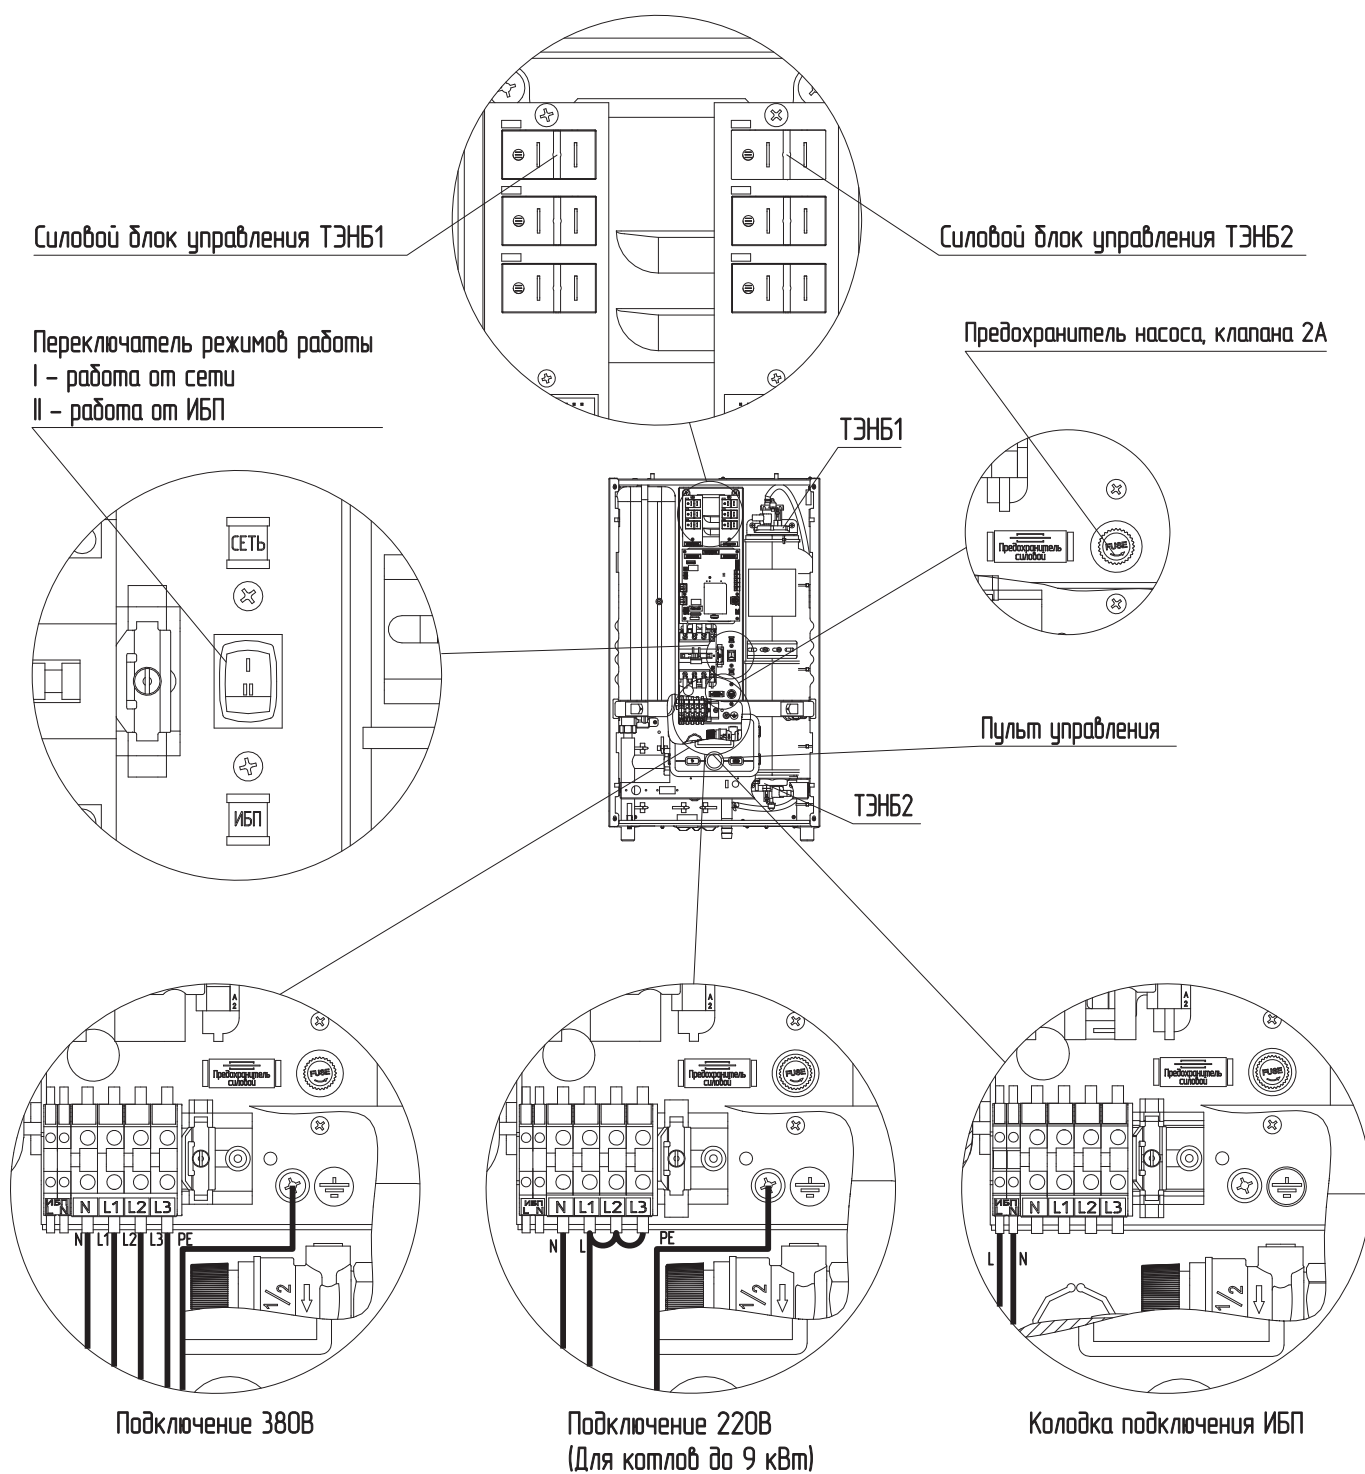
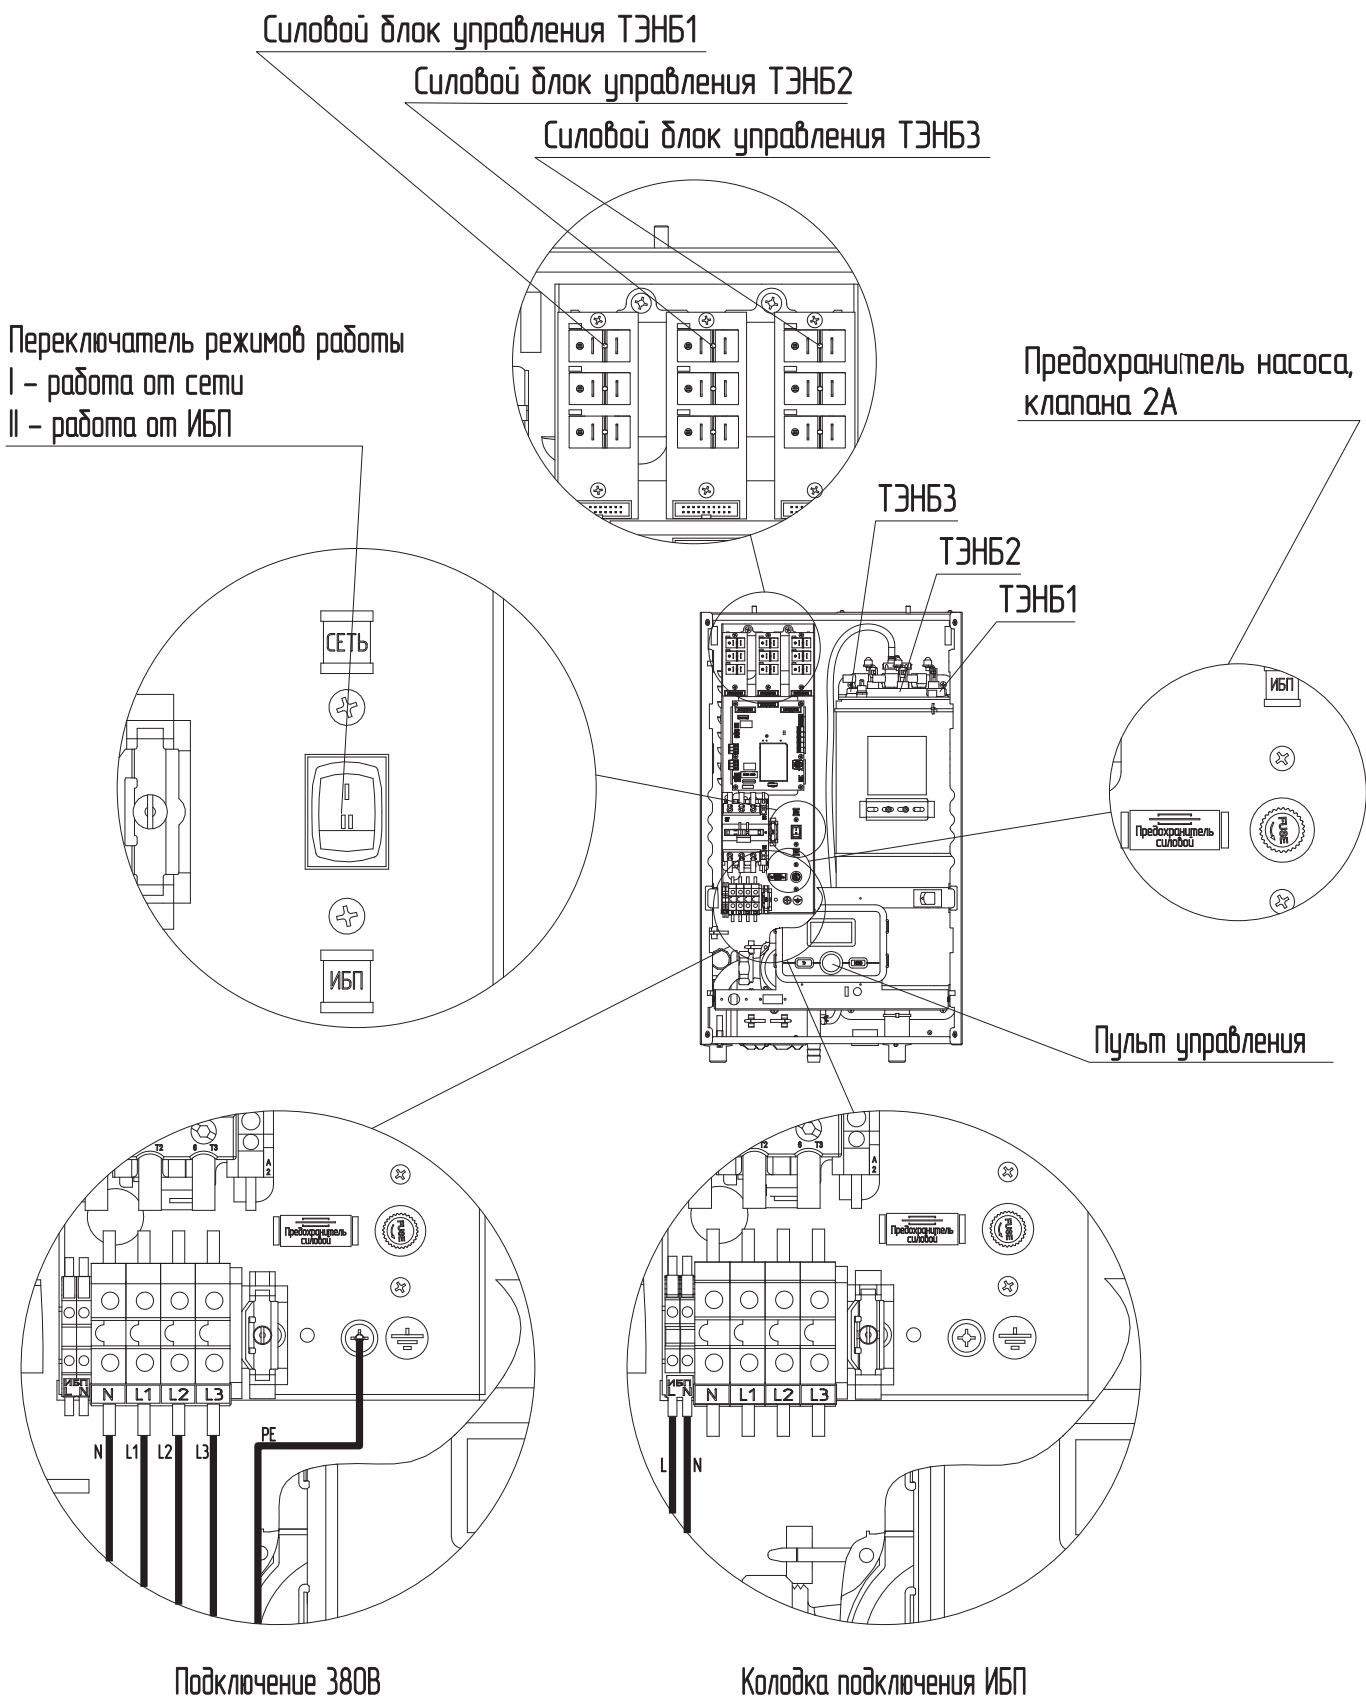

Рис.4 Схема подключения котла электрического STOUT STATUS 5-9 кВт
Рис.5 Схема подключения котла электрического STOUT STATUS 12-27 кВт
- подключить провода фазы «L» к колодке (**Рис.4** для котлов 5-9 кВт и **Рис.5** для котлов 12-27 кВт);
- подключить провода нейтрали «N» к колодке (**Рис.4** для котлов 5-9 кВт и **Рис.5** для котлов 12-27 кВт);
- переведите переключатель (**Рис.4** для котлов 5-9 кВт и **Рис.5** для котлов 12-27 кВт) в положение II (ИБП).